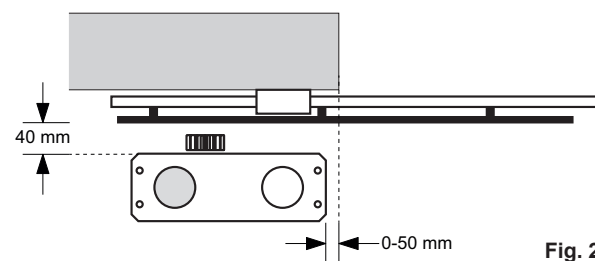

Fig. 2c
- Fig. 2c installazione con motore a sinistra